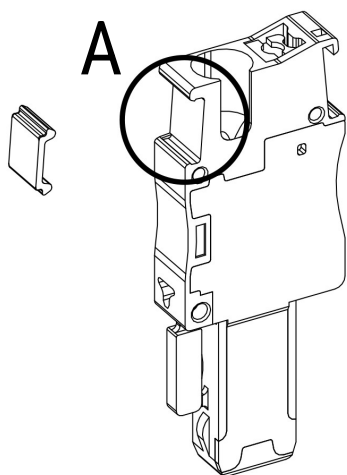
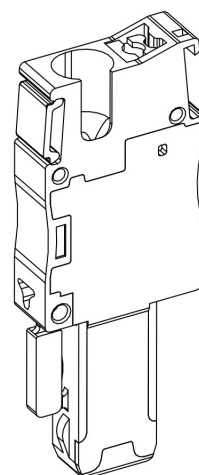

Рисунок 51 – установка маркировки УМКП
Рисунок 52 – установленная маркировка УМКП
- Для установки маркировки УМКП, вдавите ее в отмеченный паз штекера (рис. 51 «А»; рис. 52).